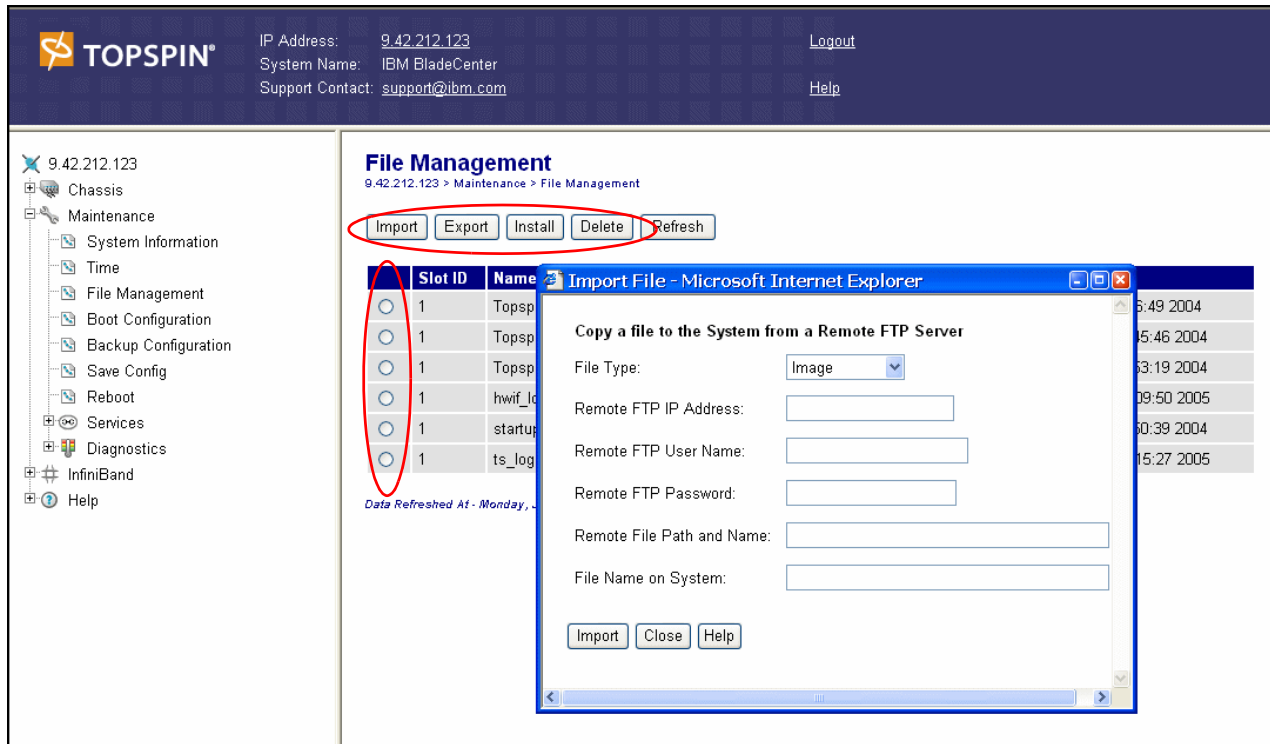

図 7-28 Chassis Manager: File Management
3. 「Import」をクリックして、FTP サーバーに保管されているファイルをスイッチにインポートする。これで、図 7-28 のようなウィンドウが開きます。